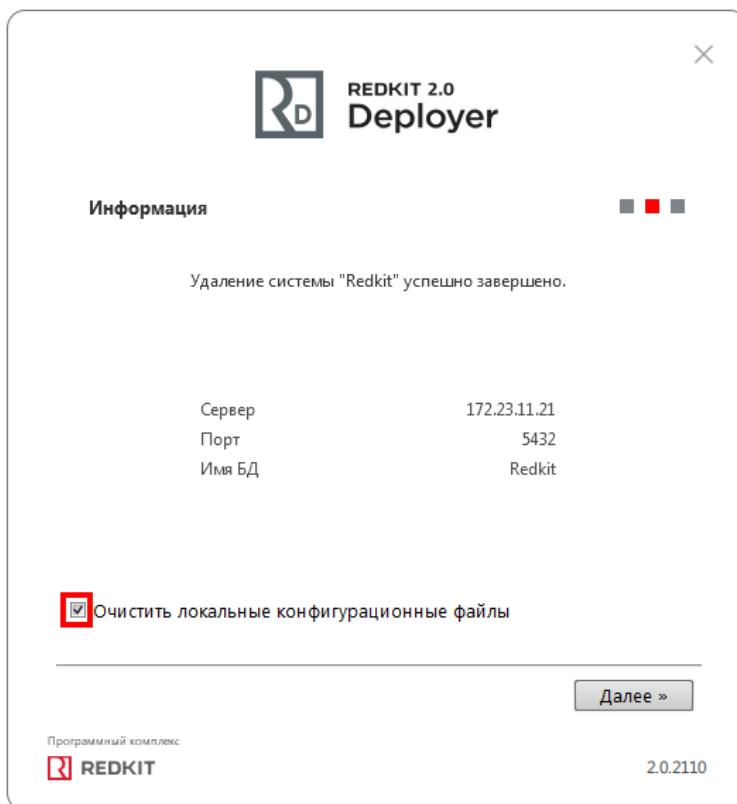

Рисунок 225 - Очистка конфигурационных файлов
4. Если реквизиты указаны верно, появится окно с информацией об успешном удалении системы. При необходимости отметьте очистку конфигурационных файлов (Рисунок 225). Нажмите **Далее**.